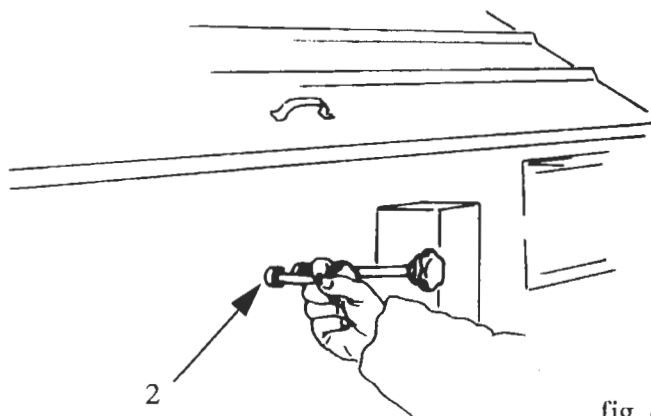
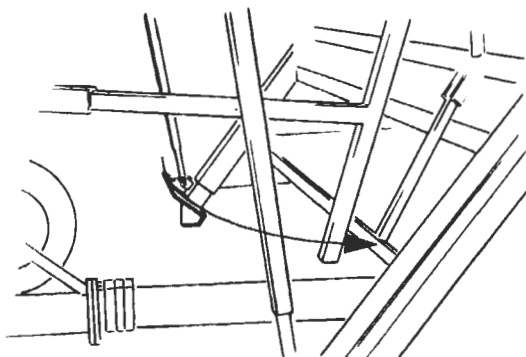

fig. 4
fig. 5
7) Assicurarsi che la leva nr.2 (fig.4) sia in posizione di folle 0. Per compiere questa operazione spingere manualmente verso la macchina la barra di disinnesto automatica (fig.5).
7) Make sure that the gearbox lever no. 2 (fig.4) is in the idle position 0. To bring the gearbox lever no. 2 to the idle position 0, push the disengaging bar towards the machine manually (fig.5).